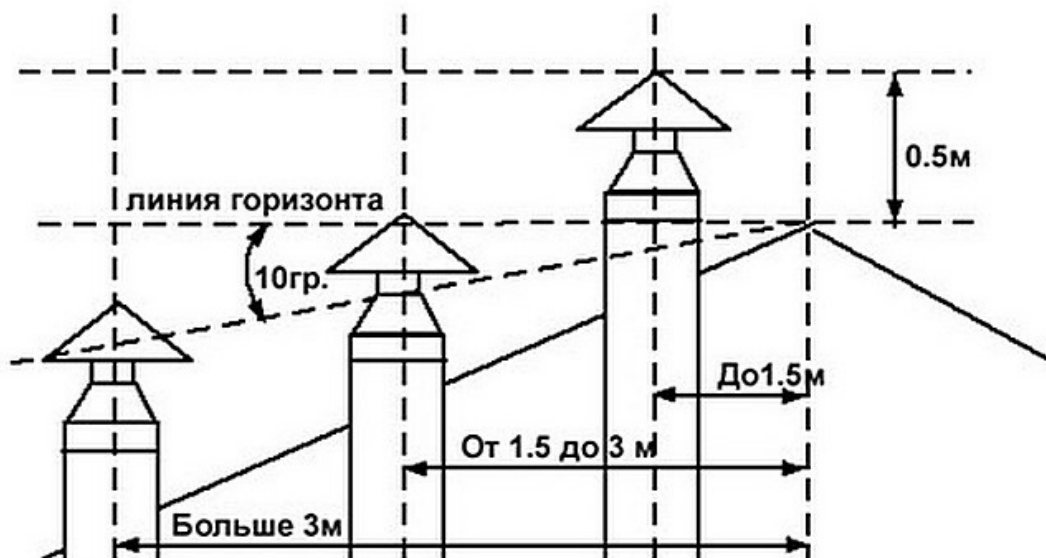

Рисунок 7 — Схема подбора габарита и размещения дымовой трубы.
11.4 Высоту дымохода можно рассчитать, используя рисунок 7.